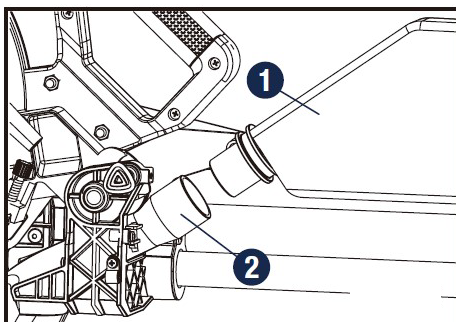

Abb. 9: Staubbeutel anschließen
Setzen Sie den Staubbeutel (1) auf den Absaugstutzen (2) der Gehrungssäge. Montieren Sie das Verbindungsrohr des Staubsaugerbeutels und den Absaugstutzen zusammen (Abb. 9).